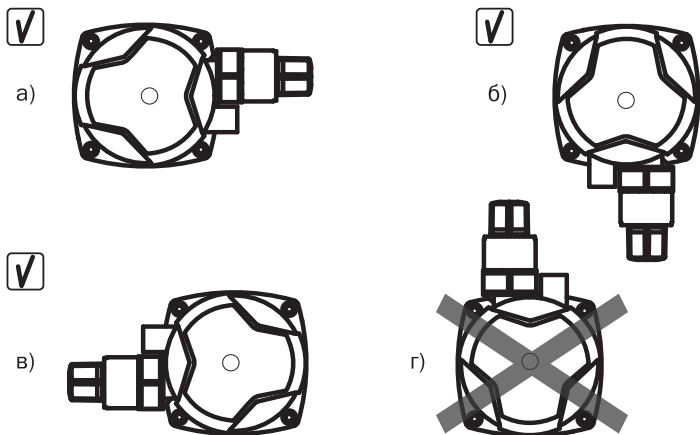

Рис.5 Правильное расположение насоса.
• До монтажа насоса в систему необходимо удостовериться, что положение блока управления насоса после его установки будет правильным. Правильное расположение - штекерный разъем снизу, справа или слева. см. Рис.5 (а, б, в).
Возможна ситуация, когда при расположении насоса в соответствии с направлением движения теплоносителя в системе отопления, положение блока управления насоса окажется неправильным, см. Рис.5 (г). В такой ситуации необходимо развернуть статор насоса вместе с блоком управления, чтобы он оказался в правильном положении.